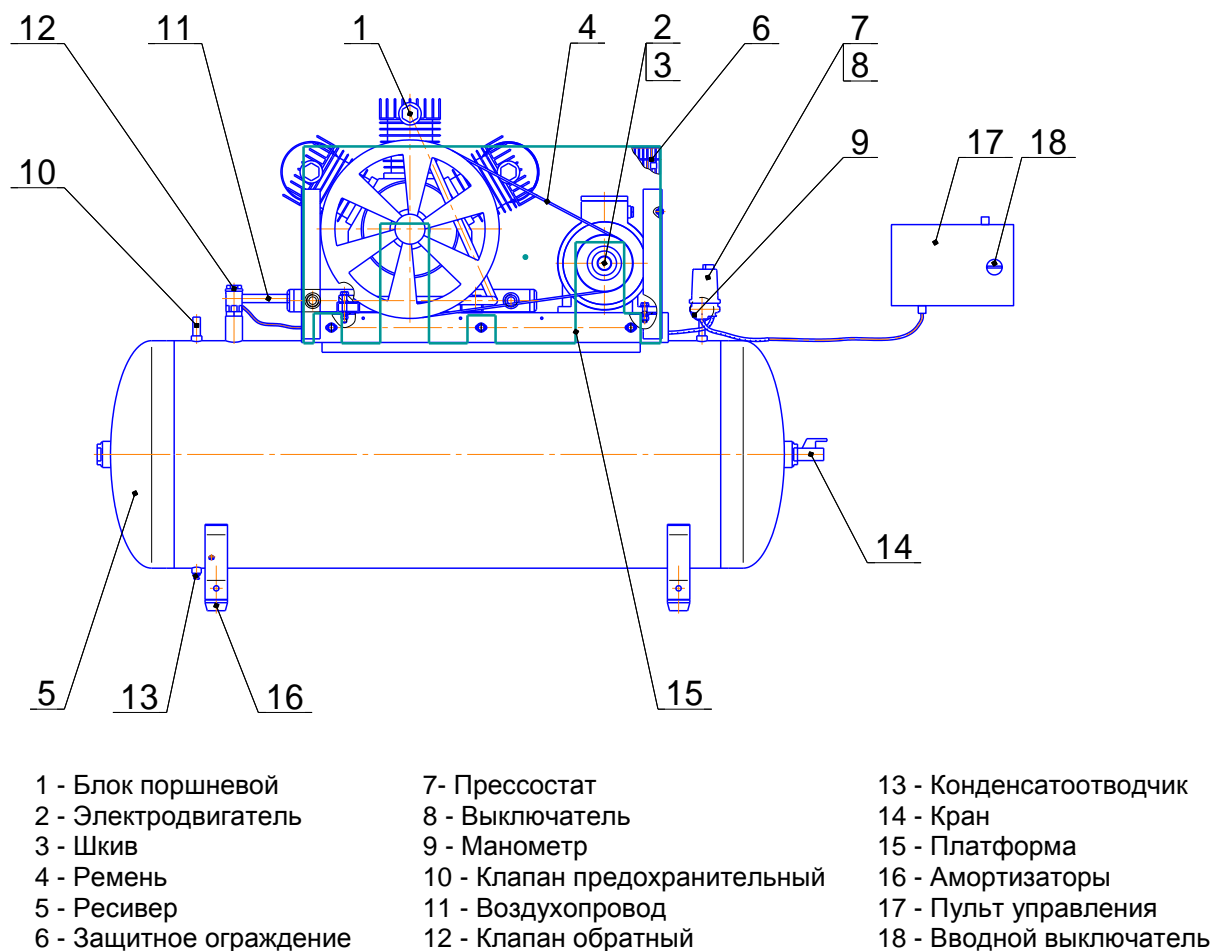

Рисунок 3 - Общий вид компрессоров СБ4/Ф-500.W115,
6.4.3 Подсоединение компрессора к воздушной сети необходимо выполнять через кран (поз. 14, рисунок 3).
- 17 - **Пульт управления** представляет собой короб закрытого типа с установленной платой, на которой смонтирована пускорегулирующая аппаратура и устройства защиты. Вводной выключатель поз. 18 (см. рисунок 3) предназначен для включения питания компрессора.